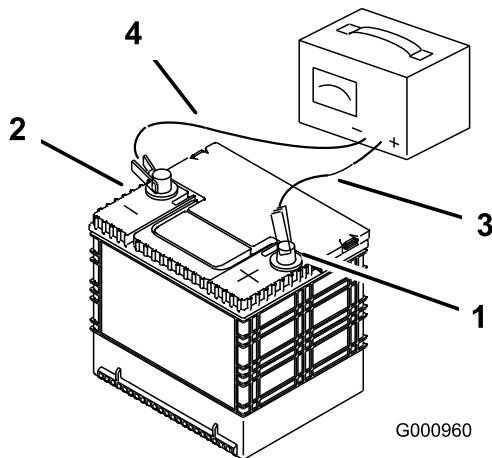

Bild 55
2. Wenn die Batterie ganz aufgeladen ist, ziehen Sie den Stecker des Ladegeräts aus der Dose. Klemmen Sie dann die Klemmen des Ladegeräts von den Batteriepolen ab (Bild 55).